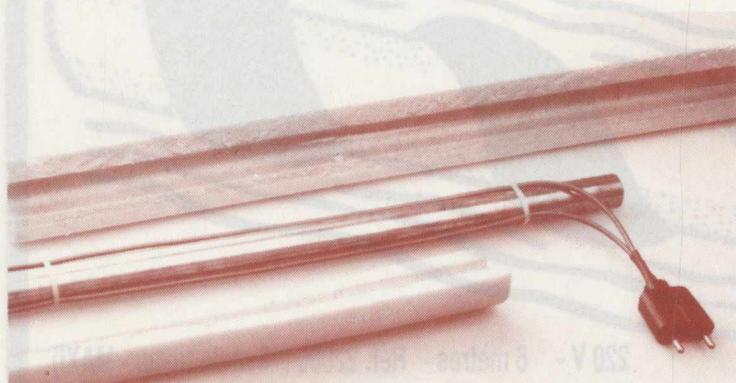

FIG. 2
- Continuer d'enrouler votre cordon en espaçant les spires suivant votre longueur à protéger (fig. 1), ou tendu en double sur la tuyauterie (fig. 2).